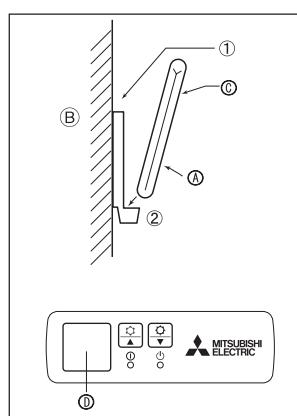
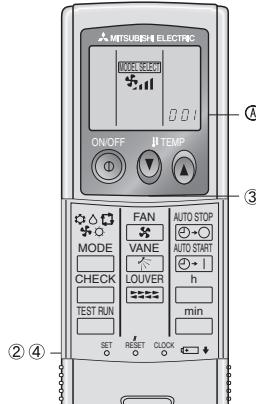

Fig. 6-5
Fig. 6-6
2) Metodo di installazione (Fig. 6-5)
- ① Attaccare il supporto del comando a distanza nel punto desiderato usando due viti autofilettanti.
- ② Inserire l'estremità inferiore del comando a distanza nel supporto.
3) Impostazioni (Fig. 6-6)
- ① Inserire le batterie.
② Premere il pulsante SET un po' appuntito sull'estremità.